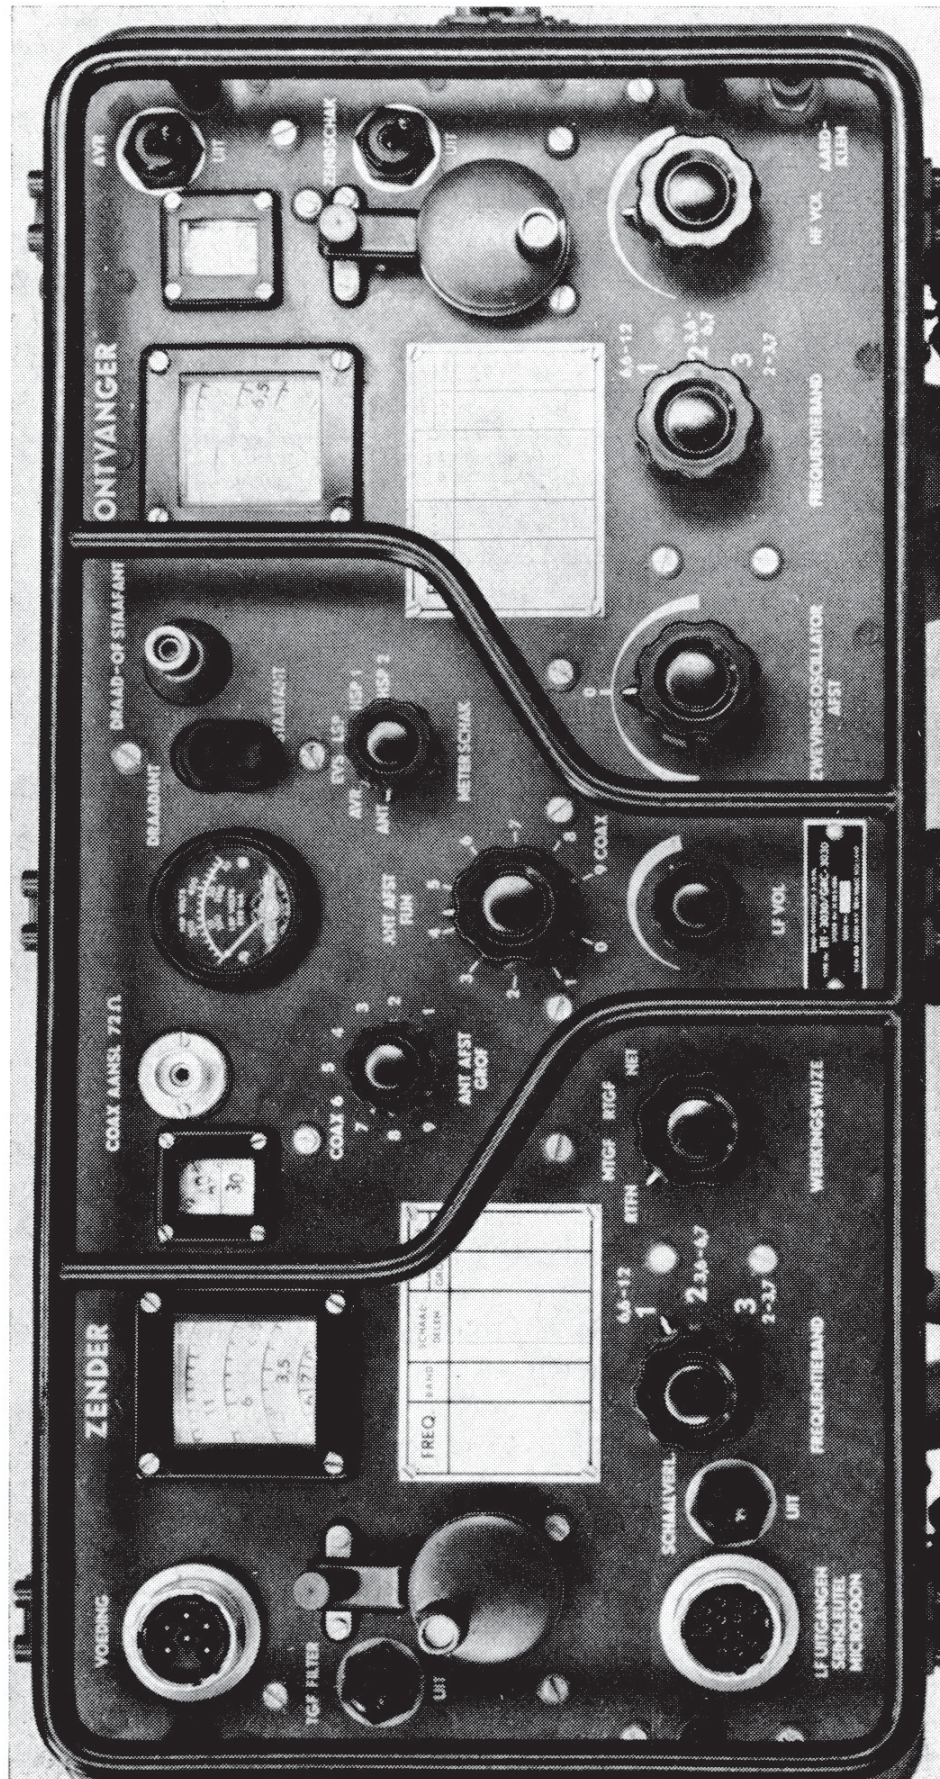

Fig. 2 Zender-ontvanger RT-3030/GRC-3030, frontpaneel
2.1.1 Zend-ontvanger RT-3030/GRC-3030 (zie fig. 2)